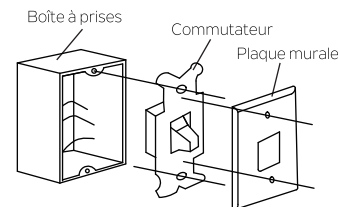

Fig. 28
Étape 1. Retirer la plaque murale présente et l'ancien interrupteur de la boîte à prises murale. Déconnecter le câble. (Fig. 28)